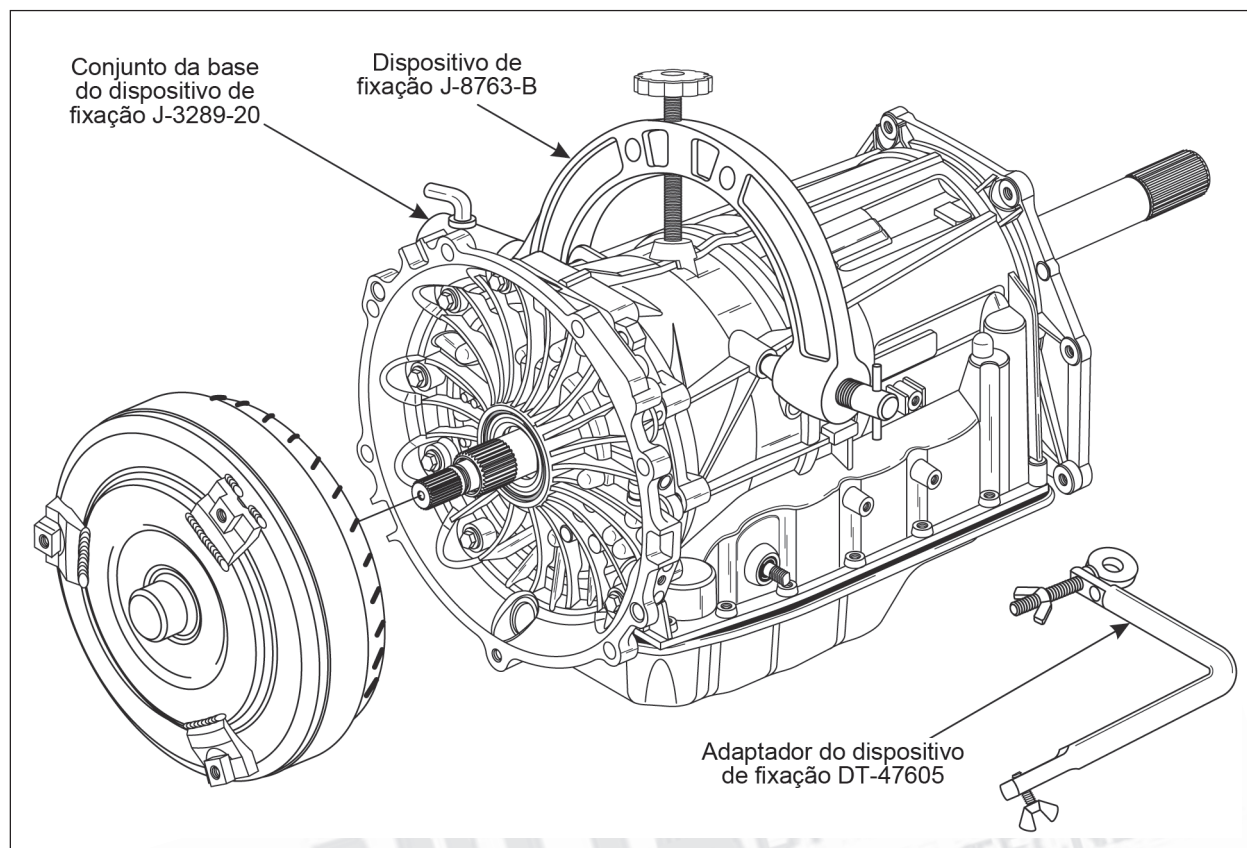

Figura 178
56. Instale o conversor de torque na transmissão, com um movimento giratório até encaixá-lo completamente nas estrias e no rotor da bomba de óleo, conforme mostra a figura 178.